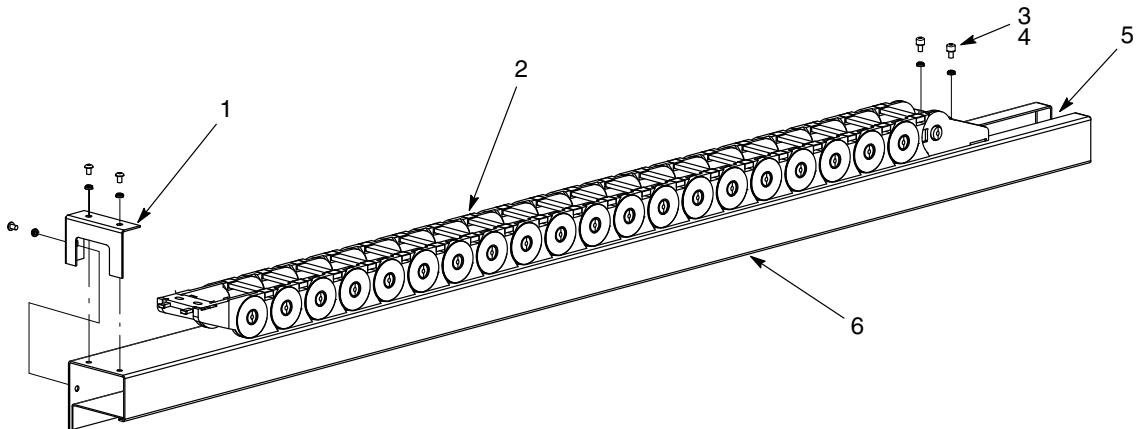

Figura 6 Instalación de la cadena de cables
1. Ver la figura 6. Guiar los cables a través del conjunto de la cubierta final (1) y guiarlos por la longitud del cable guía (6).